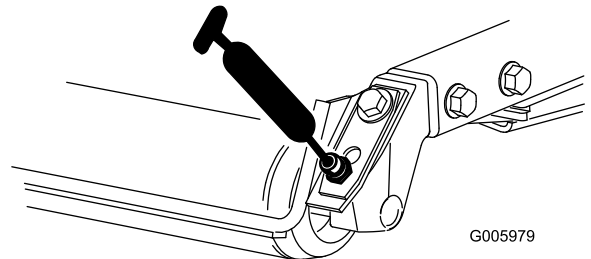
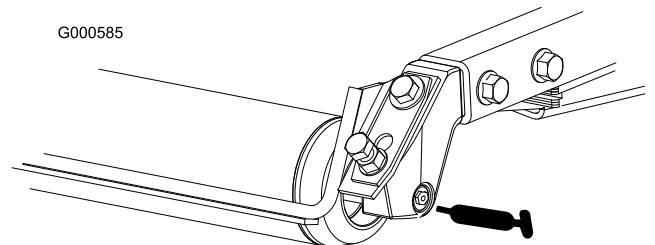

図 29
図 30
- ・ 後ローラのベアリング (各Cuttingユニットに2ヶ所) (図 29 または 図 30)
**注** ローラの注入部が面フィッティングの場合 (図 30) は、グリスガン用ノズル・アダプタが必要です。パーツ番号は P/N 107-1998。ご注文は Toro 代理店へ。